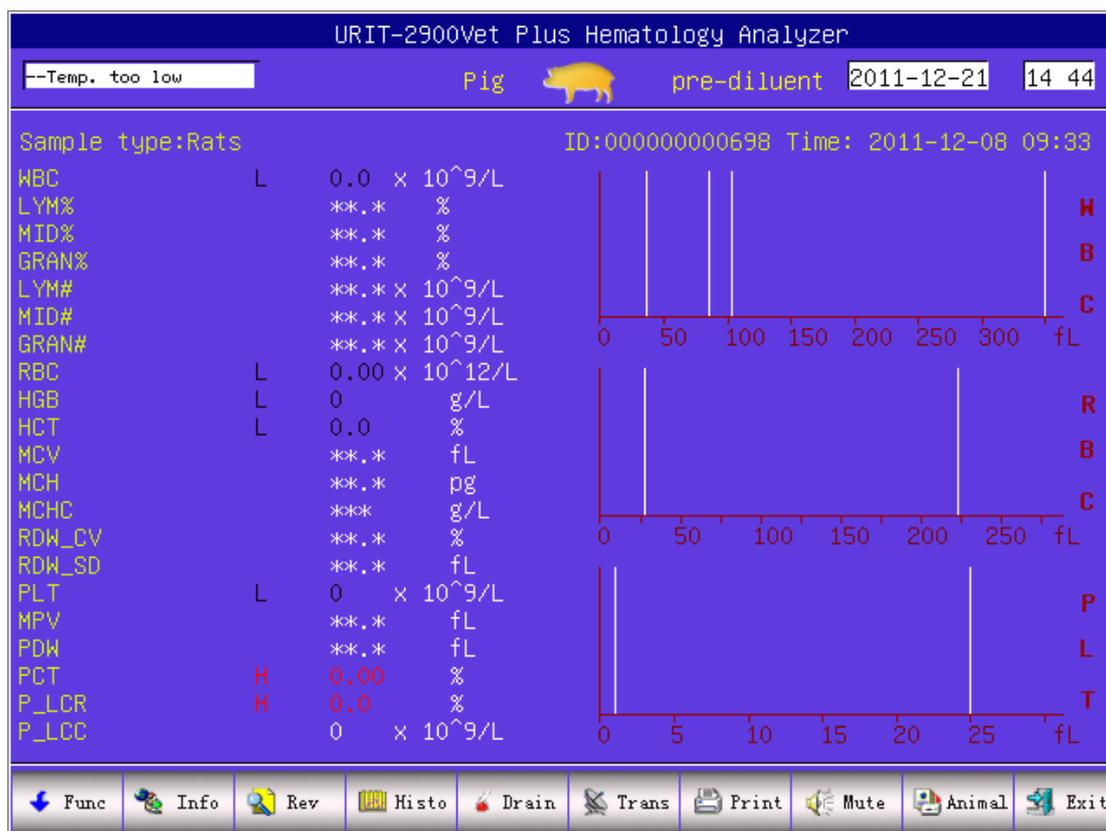

Рисунок 3-3
- 1) Как показано на экране (см. рисунок 3-3), нажмите "Animal" в нижнем правом углу, чтобы выйти на экран, показанный на Рисунке 3-4.